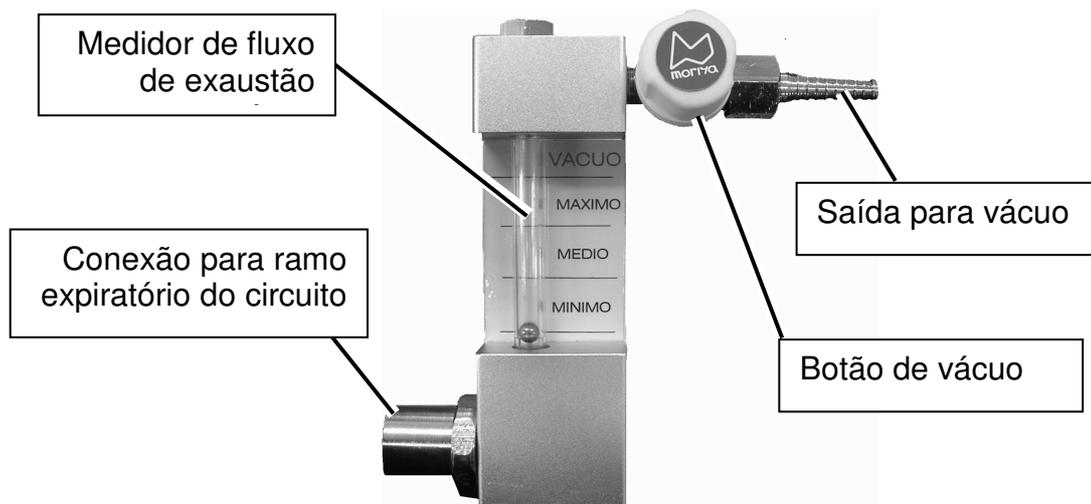

Figura 8 – Dispositivo antipoluição com botão de vácuo e medidor de fluxo de exaustão (acessório opcional).
- O dispositivo antipoluição com medidor de exaustão (Figura 8) é um acessório opcional do **Rotamix Automático**, podendo substituir a válvula antipoluição para exaustão dos gases expirados com as seguintes vantagens adicionais: